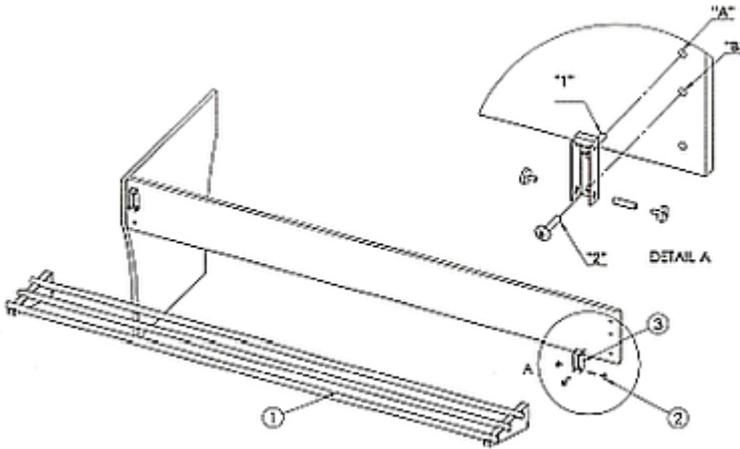

Abb. 4
- Verwenden Sie zur Befestigung der Halterung ③ (Abb. 4) für die Tabletrutsche die Bohrungen „A“ und „B“ (1. und 2. Bohrungen von oben am Holzpanel).
- Fixieren Sie die Halterung ③ am dem Holzpanel, indem Sie die Schraube „1“ mit der Bohrung „A“ und Schraube „2“ mit der Bohrung „B“ verschrauben.
- Legen Sie die Tabletrutsche ① auf die Halterungen und fixieren Sie diese mit der beiliegenden Distanzschraube ②.